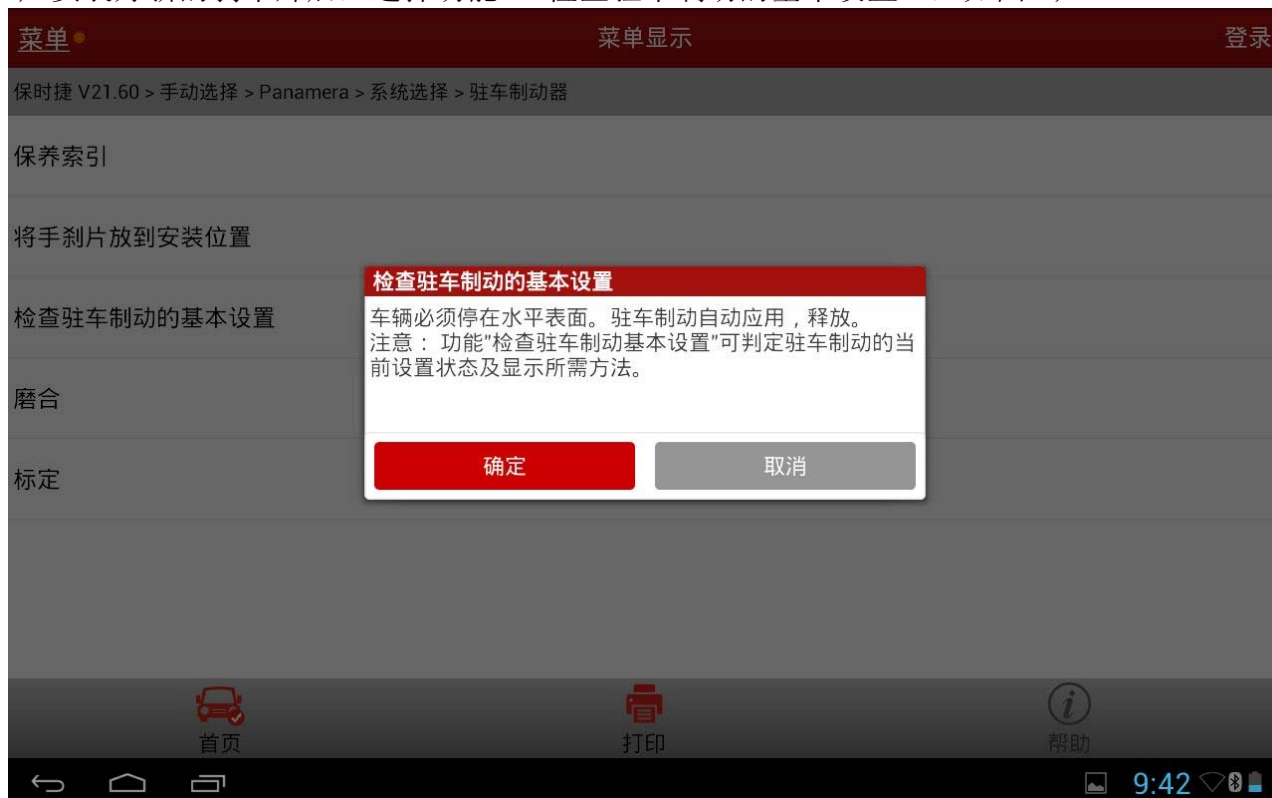

图 5
8). 安装好新的刹车片后，选择功能“检查驻车制动的的基本设置”，如图 5；
10). 点击“下一步”检查刹车片的空隙，如图 5。注意，保时捷 panamera(2011 年款起) 的标准空隙为 1.9mm-2.4mm，如果不在这个范围，请手动调整空隙；如果值不在正常范围，则状态是感叹号，正常范围内则状态显示勾如图 7；